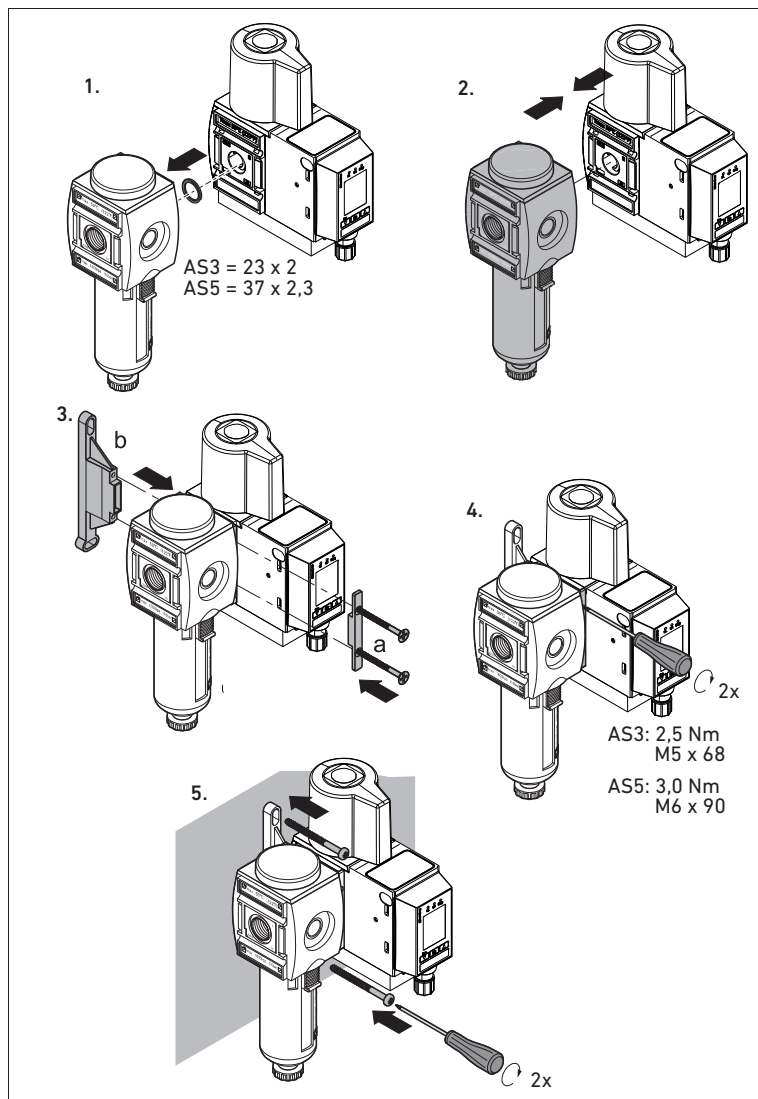

Fig. 4: Fixation de l'EV1X à l'aide d'une fixation murale supplémentaire
**i** En cas de montage en batterie de quatre composants ou plus, obligatoirement utiliser, tous les deux distributeurs, une fixation murale supplémentaire W03 – R412007370 au lieu de l'élément de liaison (voir fig. 4).
Pour raccorder le distributeur aux composants de l'unité de traitement de l'air, procéder comme indiqué sur la figure 4 :